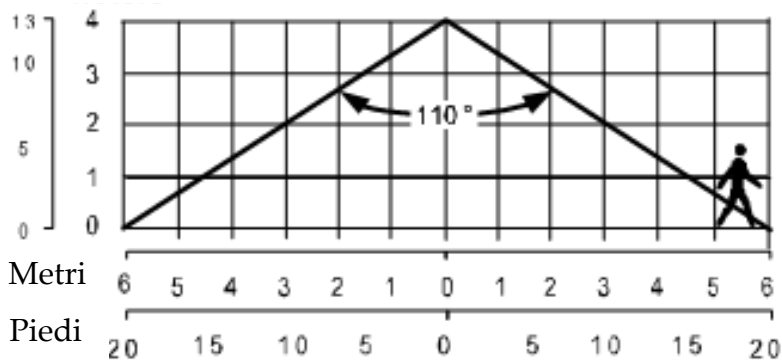

Figura 5: Vista dall'alto e laterale
Per una migliore rilevazione PIR del LuNAR FireWatch, si consiglia di posizionare il rivelatore direttamente al centro dell'area da proteggere. La lente del PIR fornisce delle zone di rilevazione disposte su tre livelli; esterno (12 zone), intermedio (12 zone) e interno (7 zone). Questa disposizione garantisce la migliore copertura dell'area da proteggere (*vedere Figura 5*).
- Per una rilevazione ottimale, selezionare una posizione che possa intercettare un intruso che si muove attraverso l'area di copertura (*vedere Figura 5*). Due minuti dopo aver collegato l'alimentazione (periodo di riscaldamento), effettuare un test di movimento del rivelatore sull'intera area protetta per verificare il corretto funzionamento dell'unità.